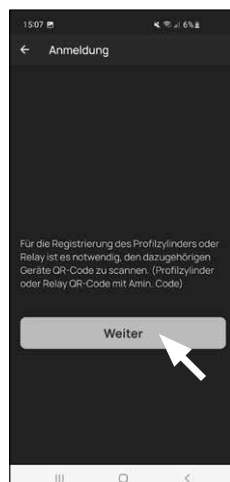

Fig. 4
- 4 Toque em "Próximo" (Fig. 4). Você pode ser solicitado a confirmar o acesso do aplicativo à câmera.